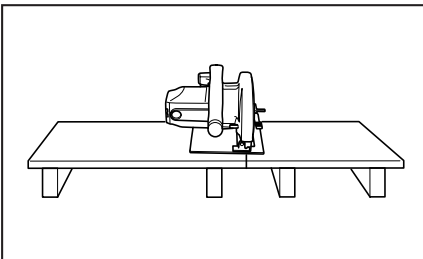

Fig. 1 Pour éviter les chocs en retour, la planche ou le panneau doit être soutenu près de la ligne de coupe.
**Soutenez adéquatement les grands panneaux afin de réduire au minimum le risque de pincement de la lame et de REÇUL.** Les grands panneaux ont tendance à s'affaisser sous leur propre poids. Placez des points d'appui sous le panneau des deux côtés, près de la ligne de coupe et près des bords du panneau, tel qu'illustré à la Fig. 1.